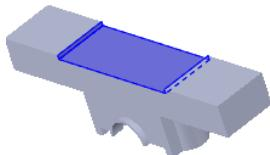
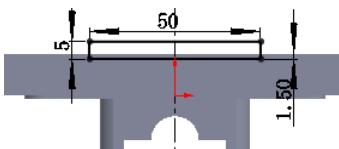

图 5.39.14 切除-拉伸 2
图 5.39.15 横断面草图（七）
Step8. 创建图 5.39.14 所示的特征切除-拉伸 2。横断面草图如图 5.39.15 所示。